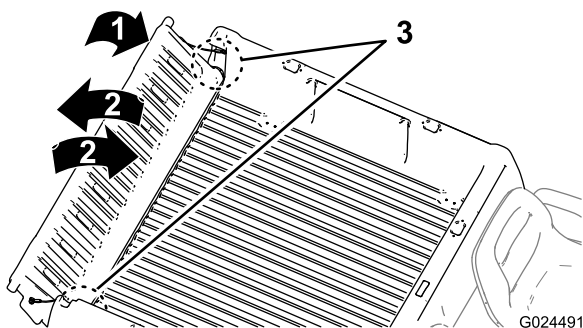

Figura 21
- Rode a porta traseira para a posição de aproximadamente 45° (Figura 21).
- Com um movimento breve e oscilante, rode a porta traseira para trás e para a frente várias vezes (Figura 21).